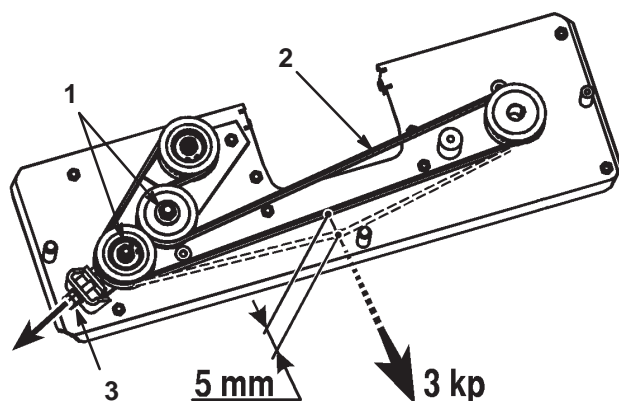

Figure 40
4. Desserrez les deux écrous hex. sur la poulie de tension (Fig. 40).
5. Régalez l'écrou M10 jusqu'à ce que la courroie présente une flèche de 5 mm quand elle est soumise à une force de 3 kp (Fig. 40).